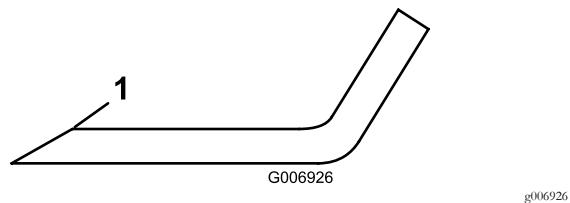

图76
4. 检查所有刀片的刀刃。如果刀刃变钝或出现裂口应打磨刀刃的边缘保持最初的切割角度以保证锋利度 图76。